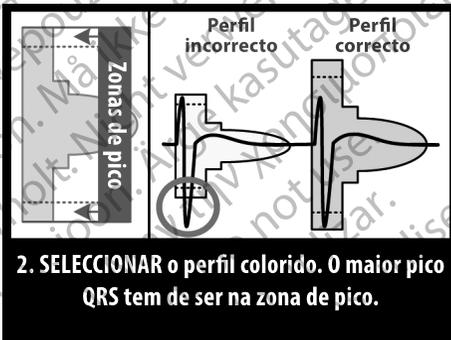

Figura 3. Seleção do Perfil Colorido
1. **Selecione** o perfil colorido da Ferramenta de Triagem do Doente que melhor corresponde à amplitude do QRS (Figura 3 Seleção do Perfil Colorido na página 21). Para sinais bifásicos ou "notched", o maior pico deve ser utilizado para determinar o perfil colorido adequado. O pico QRS tem de situar-se dentro da janela limitada pela linha pontilhada e o pico do perfil colorido.